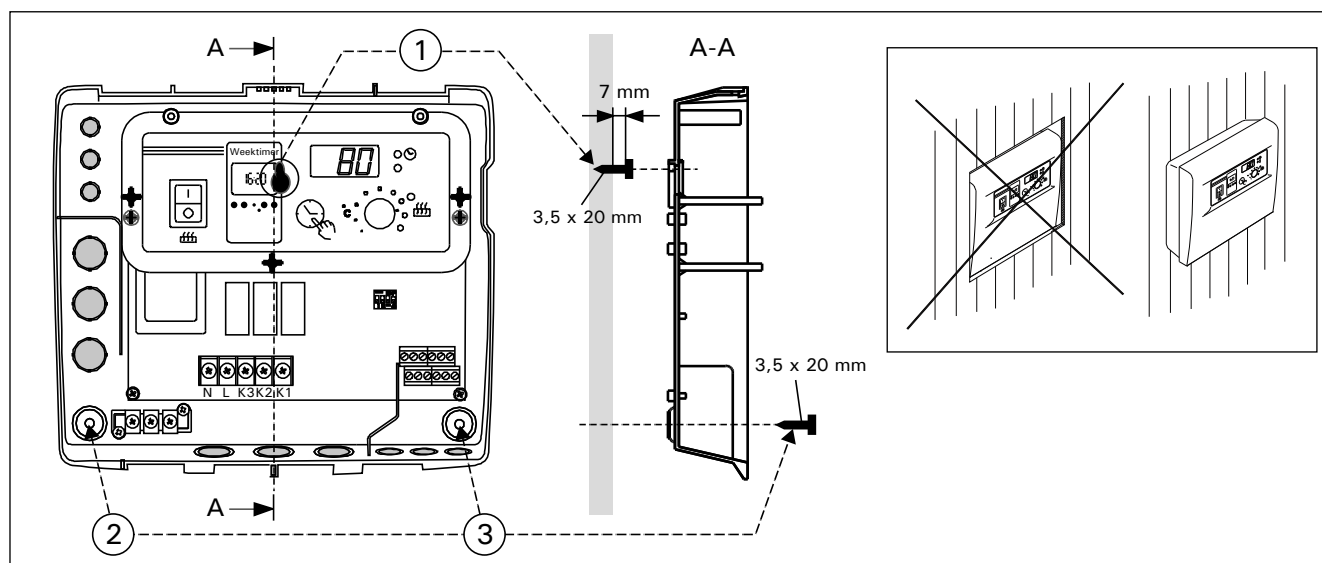

Рисунок 7. Установка блока управления на стене
ВНИМАНИЕ! Блок управления нельзя утопливать в стенные конструкции. (Рис. 7)
Перед креплением пульта управления к стене необходимо снять крышку. Крышка снимается сверху путем нажатия язычка, например, отверткой. Отведенные для проводов отверстия в дне или нижней части протыкают для подключения кабеля. (Рис. 7)
В дне блока управления находятся отверстия для трех винтов, с помощью которых блок крепится к стене. При необходимости в деревянной стене проделывают отверстия сверлом 2,5 мм. Если блок крепится к каменной стене, на глубину дюбеля необходимо просверлить отверстие диаметром 6 мм. Дюбель вбивается в стену, после чего крепежный винт (1) ввинчивается отверткой. На поверхности необходимо оставить ок. 7 мм от всей длины винта. Сквозь отверстия протаскивают подводящие кабели. Блок можно оставить подвешенным за верхний винт, убедившись, что шляпка винта вошла в узкую прорезь отверстия в дне. Для двух нижних крепежных винтов (2 и 3) места отмечаются при нахождении блока в вертикальном положении. Крепление происходит как указано выше, с той разницей, что винты приворачиваются ко дну плотно. (Рис. 7)